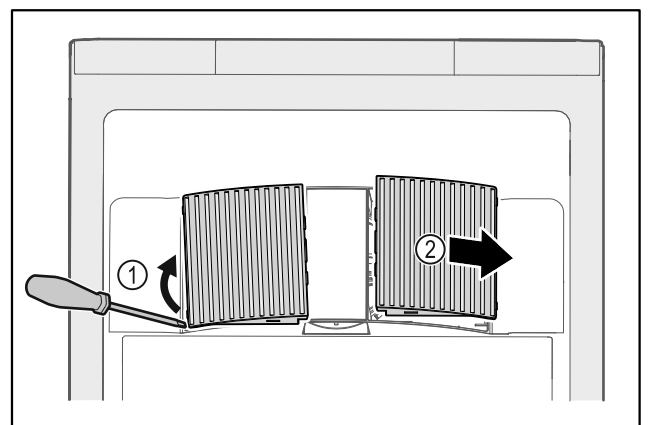

Fig. 200
- ▶ 从侧面小心撬开风机盖板 Fig. 200 (1) 并朝前取下 Fig. 200 (2)。